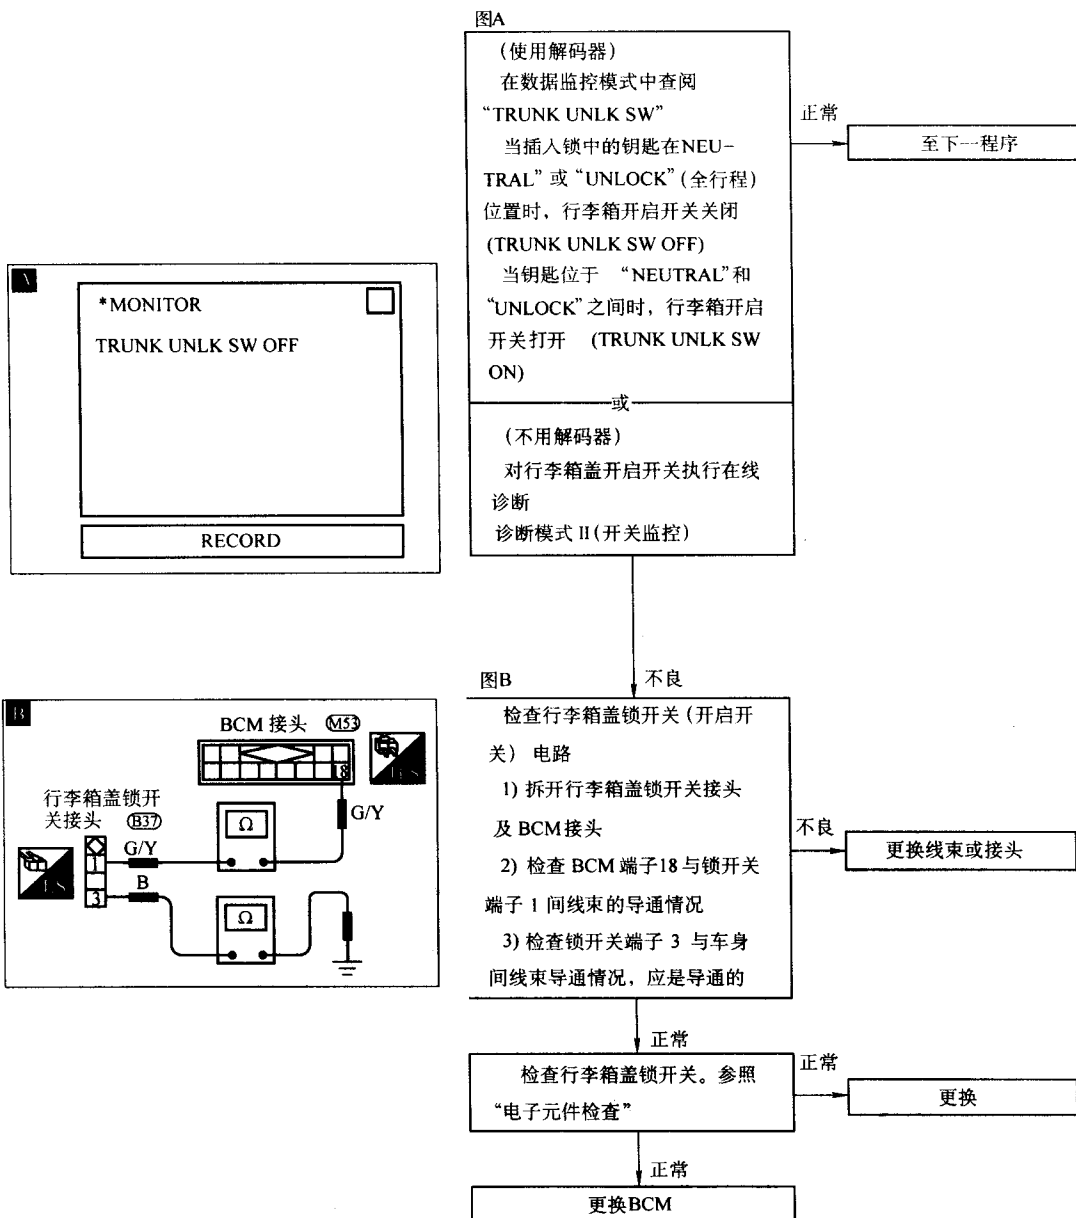

图 3-21 诊断程序 8
(8) 诊断程序 8 (行李箱盖开启信号检查), 如图 3-21 所示。